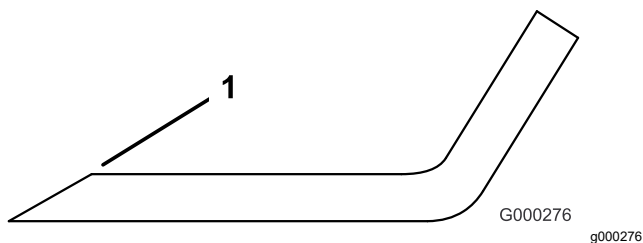

Figura 131
- Examinezi marginile de tăiere ale tuturor lamelor i ascuii-le dacă sunt tocite sau crestate (Figura 131).
Notă: Ascuii doar partea superioară a marginii de tăiere i meninei unghiul de tăiere inițial pentru a asigura ascuirea (Figura 131). Lama rămâne echilibrată dacă elimini aceeași cantitate de metal de pe ambele margini de tăiere.